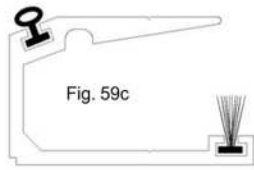

Fig. 59c
- Inserte la escobilla y el perfil de caucho en las canales del perfil de estanquidad (Fig. 59c)